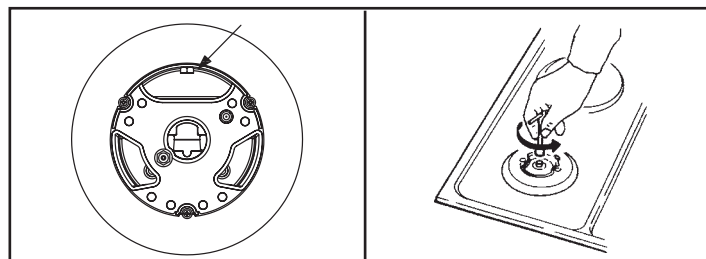

Fig. 3
- Con un dado o desarmador de caja de 7 mm desatornille y retire las espreas (Ver. fig. 3)